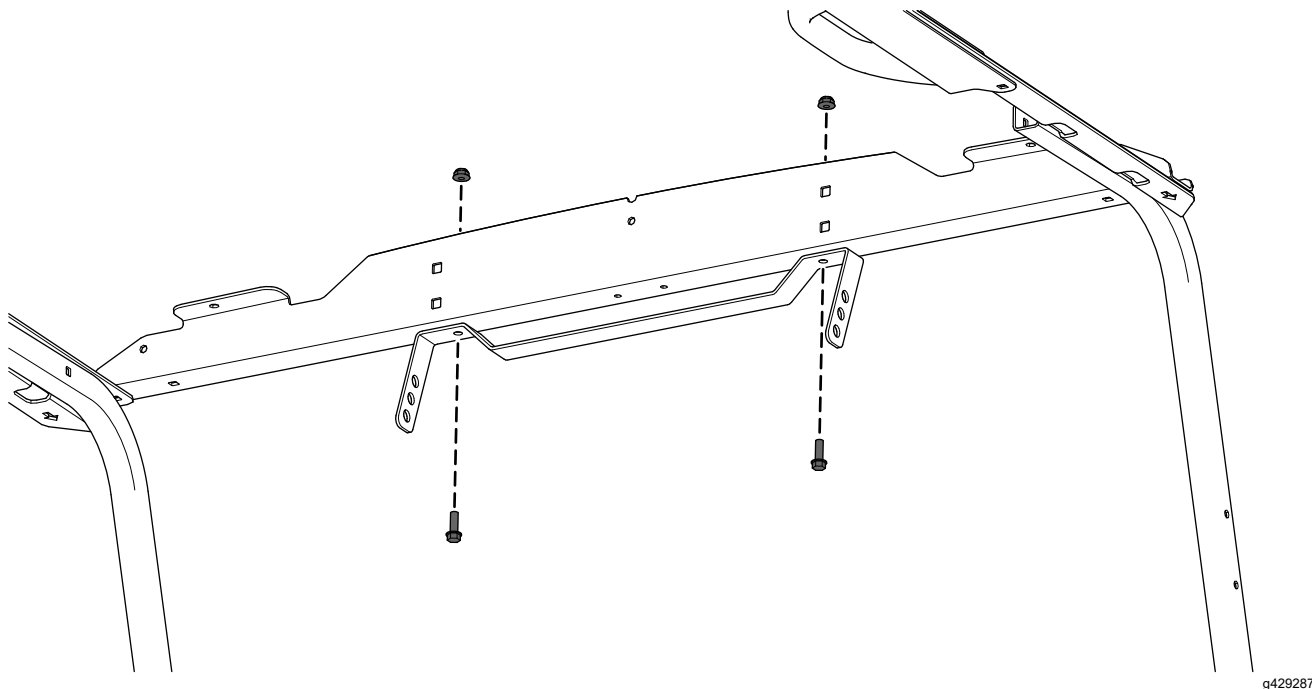

Figura 4
1. Fixe o espelho ao suporte de apoio utilizando dois parafusos com cabeça de anilha sextavada ($\frac{1}{4} \times \frac{3}{4}$ pol.) e duas porcas de bloqueio ($\frac{1}{4}$ pol.), como mostra a Figura 4.